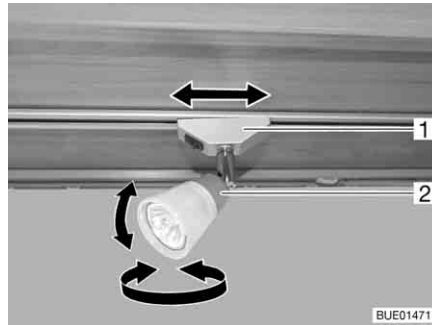

Fig. 46 Faretto
**Orientamento:** ■ Afferrare l'involucro (Fig. 46,2) e girarlo.
**Posizionamento:** ■ Afferrare il supporto (Fig. 46,1) e ruotarlo di circa 45°.
**Smontaggio:** ■ Afferrare il supporto (Fig. 46,1) e ruotarlo di 90°.